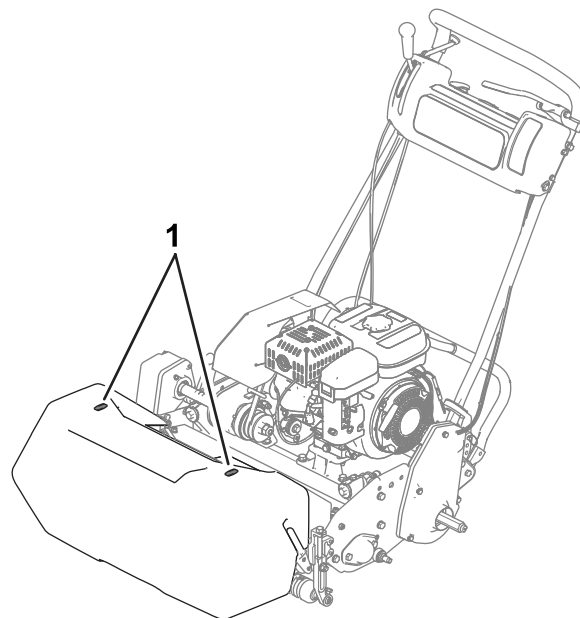

Рисунок 20
- Чтобы сохранять прямолинейное движение на протяжении всего грина и поддерживать одинаковое расстояние от края предыдущей скошенной полосы, используйте ориентирующие полосы на травосборнике (Рисунок 20).